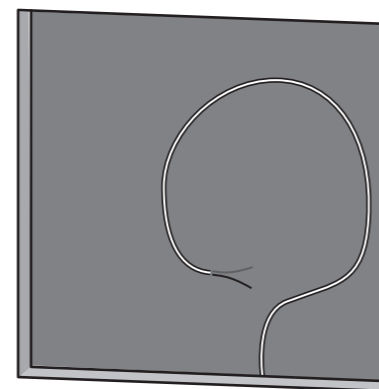

Fig. 13. Speaker Wire
3. Dra högtalarkabeln från din förstärkare till den här platsen och lämna tillräckligt med slack för att möjliggöra anslutningen (fig. 13).